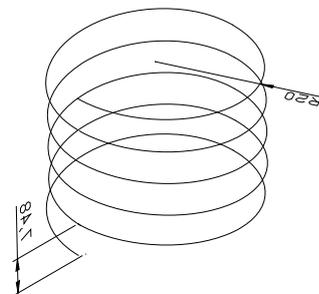

Рисунок 2.7
- при помощи команд **Правка\Копировать с базовой точкой** и **Правка\Вставить** выполнить построение пяти витков (рисунок 2.7);